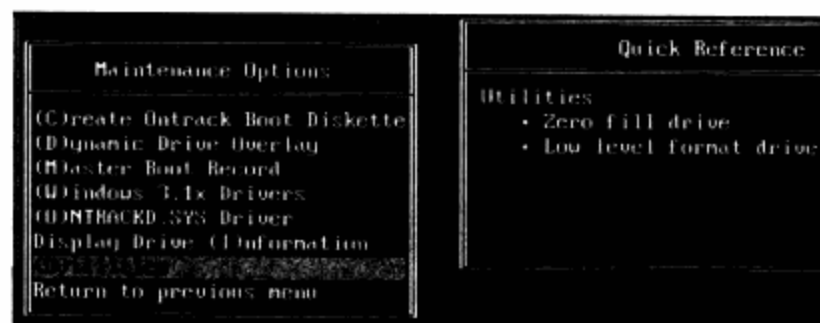

图4-71 选中 (U)tilities选项
**步骤 02** 使用键盘上的上、下键选中 (M)aintenance Options选项,按Enter键,再选中 (U)tilities选项。如图4-71所示。